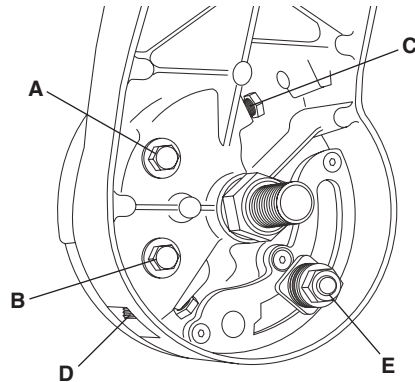

Figura 6. Calibración de la hoja a 0 grados (en ángulo recto con la mesa)
3. Afloje las cabezas de perno "A" y "B" con la llave de tuercas de boca abierta de 10 mm al menos una vuelta completa (Figura 6).
4. Coloque la broca de la llave Allen de 4 mm en la herramienta universal y afloje el tornillo de ajuste "D" al menos 3 vueltas completas (Figura 6).